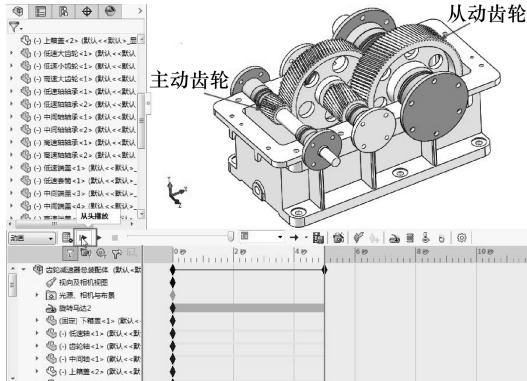

图 8-77 创建减速运动动画并播放
- 10 单击【计算】按钮。计算运动算例，完成马达减速运动动画。单击【从头播放】按钮，播放减速运动的仿真动画，如图8-77所示。